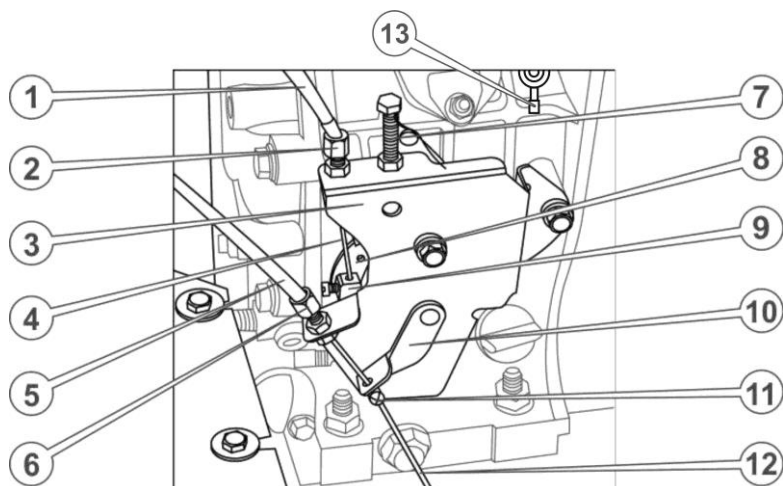

Рисунок 4.13. Регулювальні елементи тросів
3. Відкрийте паливний кран (перемістіть його в положення «ON» («Відкрито»)) (див. Рисунок 4.13.)